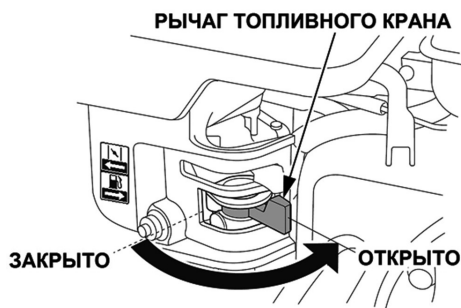

Рис. 9 Топливный кран карбюратора
2. Откройте топливный кран карбюратора. Для этого рычаг топливного крана (Рис. 9) установите в крайнее правое положение.